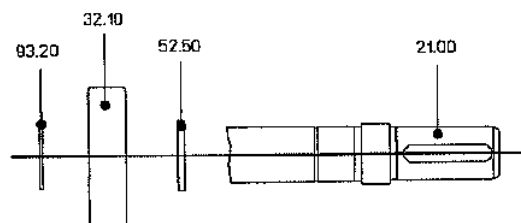

Figura 3
10. Togliere l'anello di sicurezza 93.20 con l'aiuto di una apposita pinza ed estrarre il cuscinetto a rotolamento 32.10 e l'anello distanziatore 52.50 dall'albero 21.00 (Figura 3).